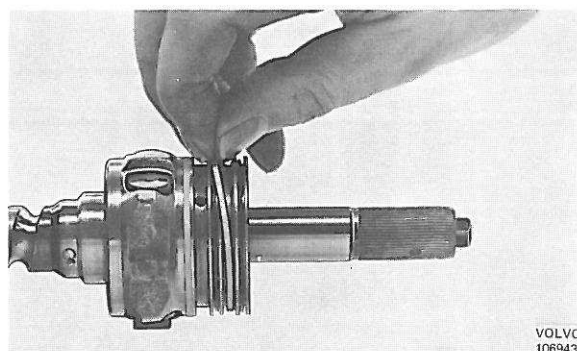
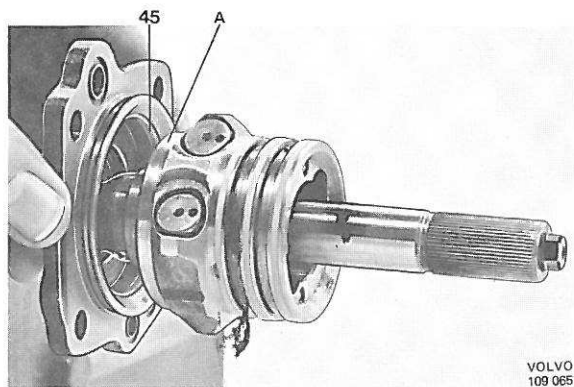

Figure 108. Mise en place du joint
Figure 109. Contrôle du joint
3. Poser les joints toriques (64, 66 et 68) dans les trois gorges sur la vis sans fin de direction. Mettre avec précaution les joints (63, 65 et 67) en place au-dessus des joints toriques, en commençant par le joint intérieur, figure 108.
4. Poser le joint torique (44) en place dans le couvercle (37). Poser le joint (45) de 1,7 mm d'épaisseur sur le joint torique.
Enduire la surface de contact (A) de couleur de marquage et monter la vis sans fin de direction, figure 109. Tourner la vis sans fin de direction. La soulever et contrôler la surface de contact avec le joint. Si le contact n'est pas correct, remplacer le joint par un autre de 1,8 mm d'épaisseur.